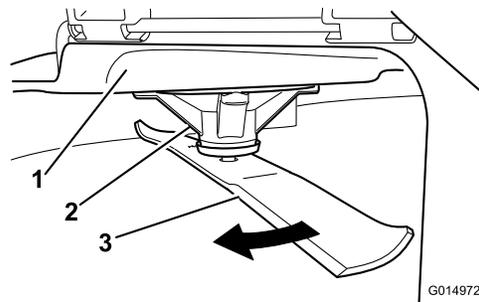

Рисунок 76
2. Используя толстые перчатки или другие подходящие средства защиты рук, медленно поверните нож в положение, позволяющее измерить расстояние от режущей кромки до уровня горизонтальной поверхности, на которой стоит машина (Рисунок 76).